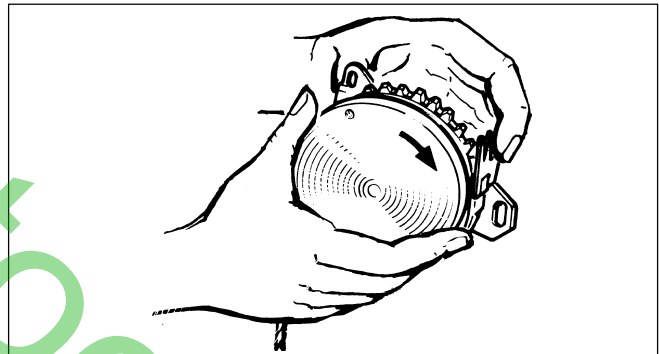
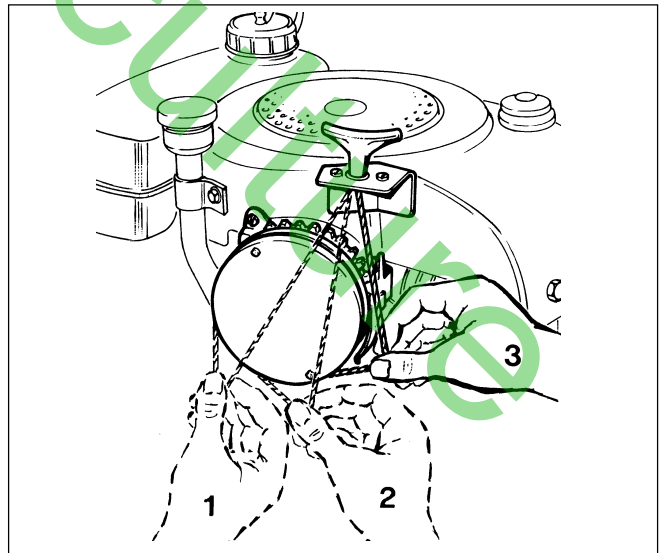

Fig. 16
Fig. 17
- Donner une précharge au ressort en enroulant complètement la corde sur la poulie en tournant la poulie elle-même dans le sens indiqué par la flèche (voir Fig. 16). Lorsque la corde est complètement enroulée, donner à la poulie un tour supplémentaire de précharge pour obtenir une charge correcte du ressort (voir Fig. 17).